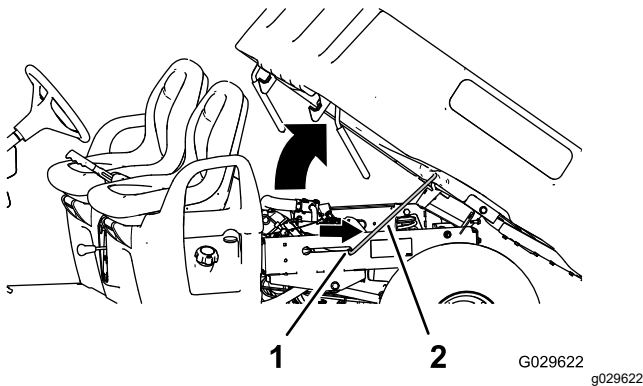

Figura 13
2. Prenda a caixa com a barra de apoio na ranhura de bloqueio (Figura 13).
2. Retire a barra de apoio da ranhura de bloqueio (Figura 13).
3. Baixe a caixa até prender em segurança (Figura 13).